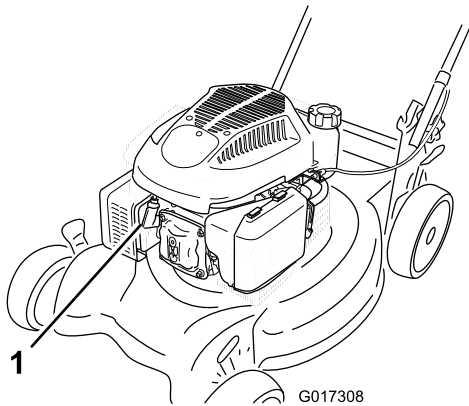

Figura 26
2. Desconecte el cable de la bujía (Figura 26) antes de realizar cualquier procedimiento de mantenimiento.